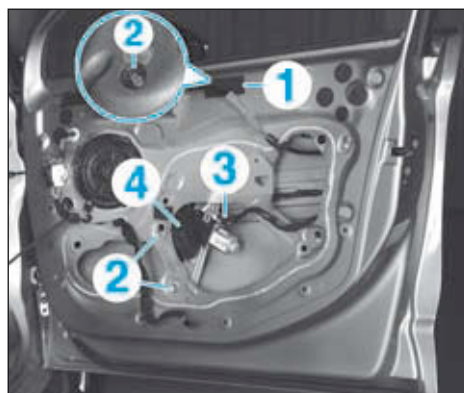

FIG.70
- Déposer le ruban adhésif (1) (Fig.70).
- Desserrer les vis (2).
- Débrancher le connecteur (3).
- Déposer le mécanisme de lève-vitre de porte avant (4).